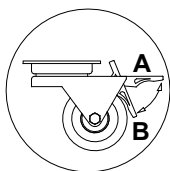

Abb.6 Fahrbarer Radsatz
- Bei fahrbaren Anlagen die Räder sperren, um der Verschiebung bei dem Betrieb vorzubeugen Abb.6 (S.27) !